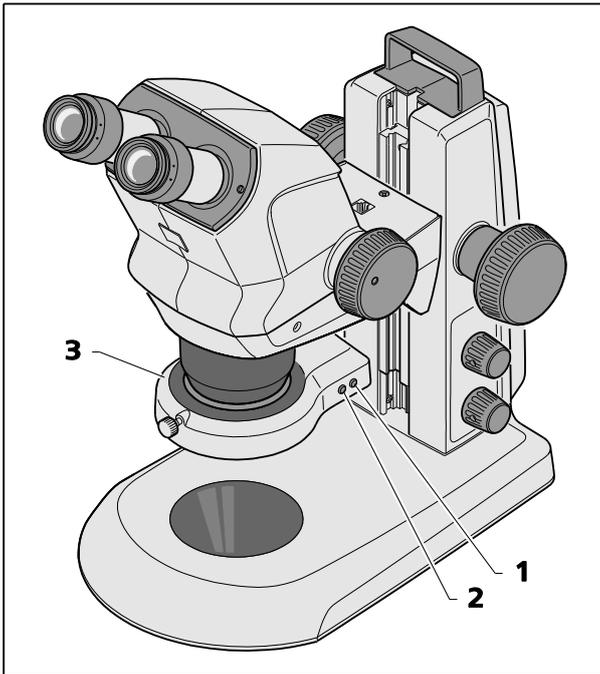

Fig. 17 Dispositif d'éclairage annulaire
- En appuyant successivement sur le bouton avant (Fig. 17/2), l'utilisateur peut basculer entre quatre états d'éclairage du dispositif d'éclairage annulaire (Fig. 17/3) :
- En appuyant une fois brièvement sur le bouton arrière (Fig. 17/1), dans chaque cas, le segment ajusté pivote vers l'avant d'un quart de tour dans le sens horaire.
- En appuyant sur le bouton situé à l'arrière (Fig. 17/1) et en le maintenant enfoncé pendant plus de 2 secondes, le segment ajusté est réglé sur rotation continue (pas de rotation de $1/8^{\circ}$ de cercle, 1 seconde par révolution dans chaque cas).
- En appuyant de nouveau sur le bouton situé à l'arrière (Fig. 17/1), la rotation s'arrête et l'échantillon est à nouveau rétroéclairé.